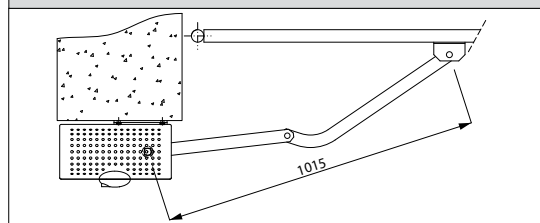
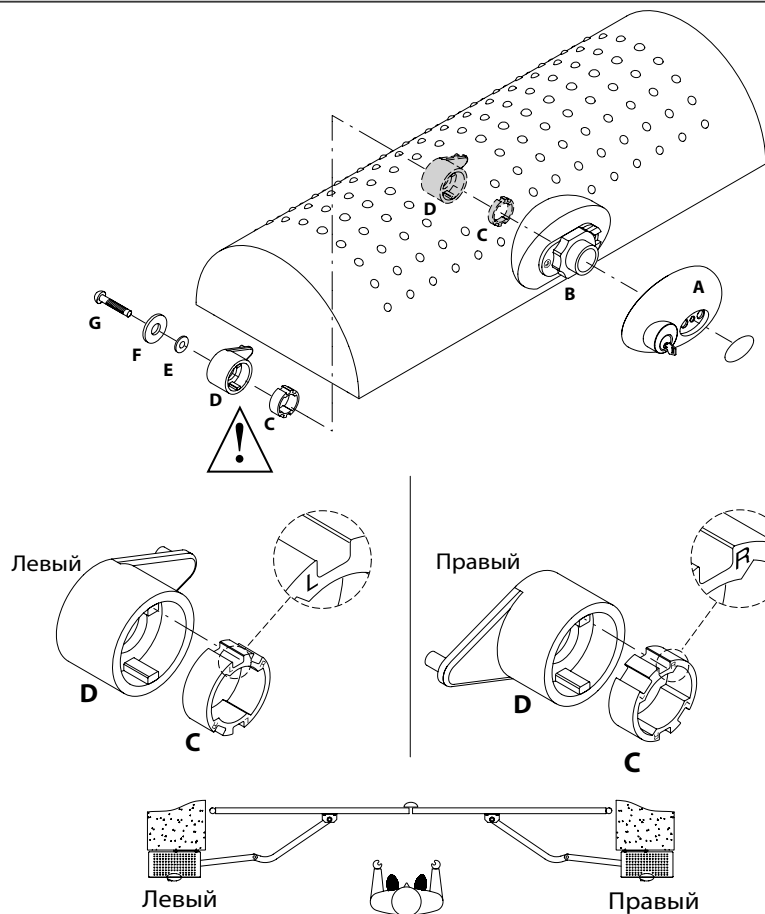

Рис. 9
Рис. 9b
### 4.2) Установка ручки разблокировки (Рис. 9).
- ВНИМАНИЕ! Крючок втулки "D" должен быть вставлен в вилку рычага разблокировки (Рис. 9b). Если не попадает, разблокировка не работает.** Блокировка легко производится, повернув ручку "А" в сторону, обратную разблокировке: по часовой стрелке для левой створки, против часовой стрелки для правой створки и блокируется в таком положении ключом. Проверьте, что втулка "D" расположена горизонтально (Рис. 9b) и оденьте кожух, ручкой разблокировки с лицевой стороны, как показано на Рис. 9с.
Рис. 9с